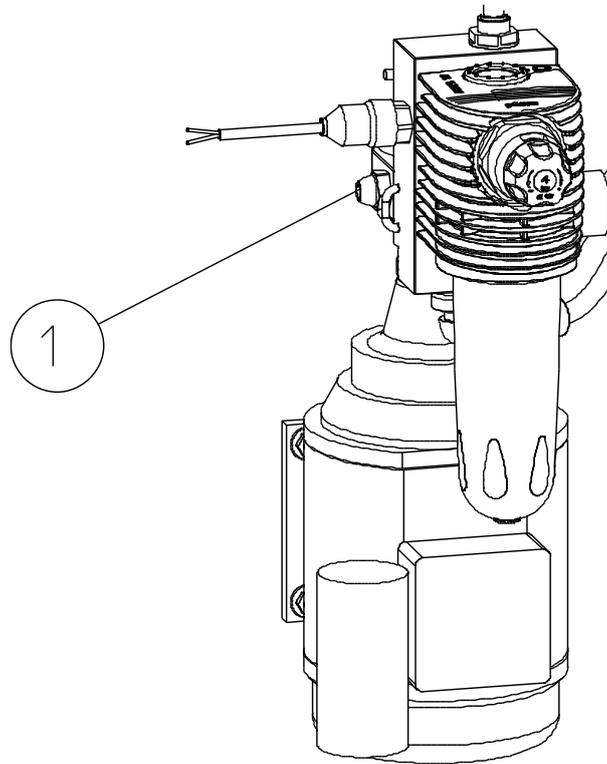

Fig. F-3 : Vanne de réglage de la pression de service sur la pompe à haute pression
- Diminuer la pression de service avec la vanne de réglage (voir fig. F-3, Pos. 1) de manière à ce que le débit de 250 l/h de perméat spécifique à l'installation soit atteint.